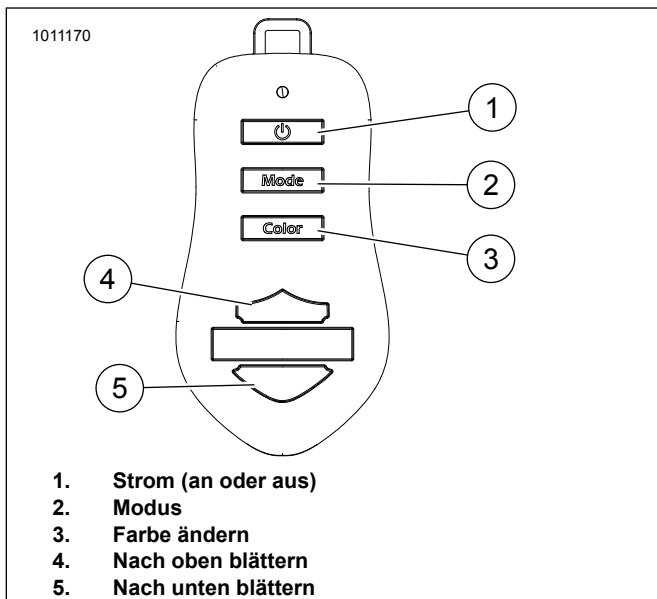

Abbildung 3. Schlüsselanhänger
2. Siehe Abbildung 3. Die Ein/Aus-Taste (1) am Schlüsselanhänger betätigen.
1. Siehe Abbildung 3. Die Modus-Taste (2) drücken, um zwischen den drei Modi zu wechseln.
- b. Die Pfeiltaste nach oben (4) drücken, um die Geschwindigkeit stufenweise zu erhöhen. Zum schnellen Erhöhen der Geschwindigkeit die Taste gedrückt halten.
- c. Die Pfeiltaste nach unten (5) drücken, um die Geschwindigkeit stufenweise zu verringern. Zum schnellen Verringern der Geschwindigkeit die Taste gedrückt halten.
1. Siehe Abbildung 3. Die Farbe-ändern-Taste (3) drücken, um durch die Farbzonen zu blättern und sie zu ändern.